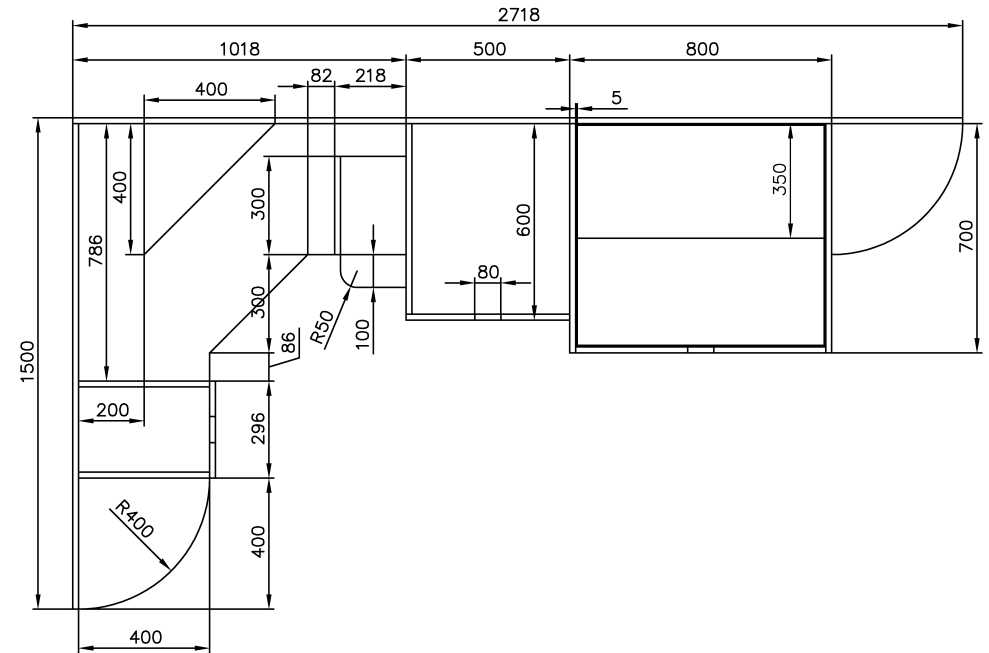

Рис. 4.3 ▼ Чертеж нижней части рабочей зоны с основными размерами конструктивных элементов
Создание любого вида сверху лучше всего начинать с обозначения габаритных размеров. Если вы хорошо усвоили материал предыдущих глав, то чертеж, показанный на рис. 4.3 (без выдвижной подставки для клавиатуры – о ней мы поговорим позже), который вам предстоит создать в этой и следующей главах, вам не покажется слишком сложным.
Да, ряд инструментов (например, обеспечивающих вычерчивание окружностей), мы еще не рассматривали, но остальные элементы чертежа вы сможете создать с помощью уже известных вам инструментов **С линиями** (Line), **Подобие** (Offset), **Сопряжение** (Fillet), **Обрезать** (Trim) и **Удлинить** (Extend). Более того – создать большую часть элементов чертежа, показанного на рис. 4.3, мож-
Поскольку, как известно, повторение – мать учения, мы начнем работу с повторения приемов черчения с использованием упомянутых выше инструментов. Как видно из рис. 4.3, чтобы начертить внутренние линии конструктивных элементов, достаточно скопировать внутрь чертежа линии, обозначающие габариты рабочей зоны. Расстояние смещения при этом мы будем считать равным 18 мм. На практике мебель могут изготавливать из плит ДСП или массива дерева толщиной 16–28 мм, а неотчетливые элементы могут иметь толщину 10–14 мм. Точно так же, столешницы могут иметь толщину 38 мм и больше, но мы будем считать, что практически все конструктивные элементы рабочей зоны изготовлены из плиты ДСП толщиной 18 мм. Исключение лишь составляют стенки выдвижного ящика парты, которые имеют толщину 5 мм.
- Теперь необходимо сопрячь угол с помощью инструмента **Сопряжение** (Fillet), а затем продлить внутреннюю горизонтальную линию, как на рис. 4.3, с помощью инструмента **Удлинить** (Extend) до пересечения
12. Запустите инструмент  **Удлинить** (Extend), например, введя в командном окне **у** (EX) или выбрав из меню команду **Изменить** ⇒ **Удлинить** (Modify ⇒ Extend).
13. Выберите в качестве ограничивающего ребра левую вертикальную линию, а затем, нажав **Enter** для завершения выбора, щелкните отмечающим указателем на нижней горизонтальной линии. AutoCAD продлит эту линию до пересечения с ограничивающим ребром в соответствии с рис. 4.3 и предложит выбрать следующую линию для продления. Нажмите **Enter** для завершения команды **Удлинить** (EXTEND). Чертеж примет вид, показанный на рис. 4.7.
5. Руководствуясь рис. 4.3, задайте значение смещения равным 400 мм (то есть в ответ на приглашение AutoCAD введите в командном окне **400**).